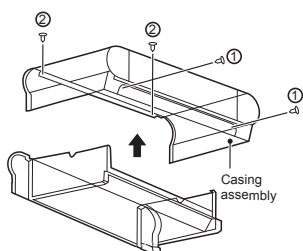

Figura 4-6 Desmontaje de la carcasa
- Como se muestra en la Figura 4-6, quite los tornillos ① \*2 y ② \*2, y después la carcasa.